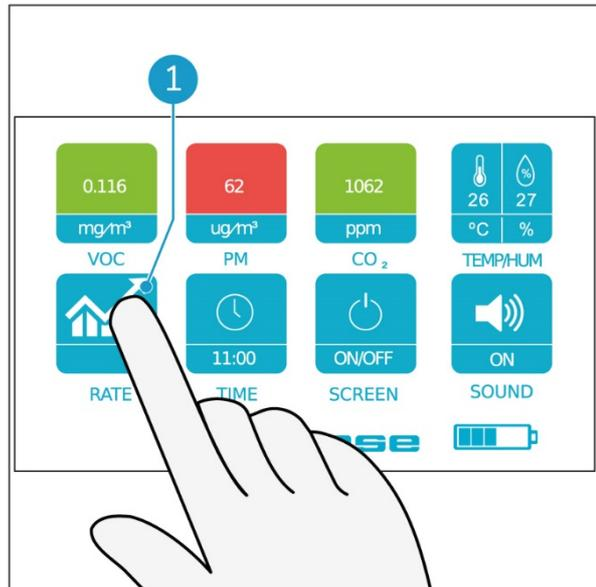

Abbildung 18
1. Berühren Sie die Schaltfläche RATE (Abbildung 18, Pos. 1) mit einem Finger.